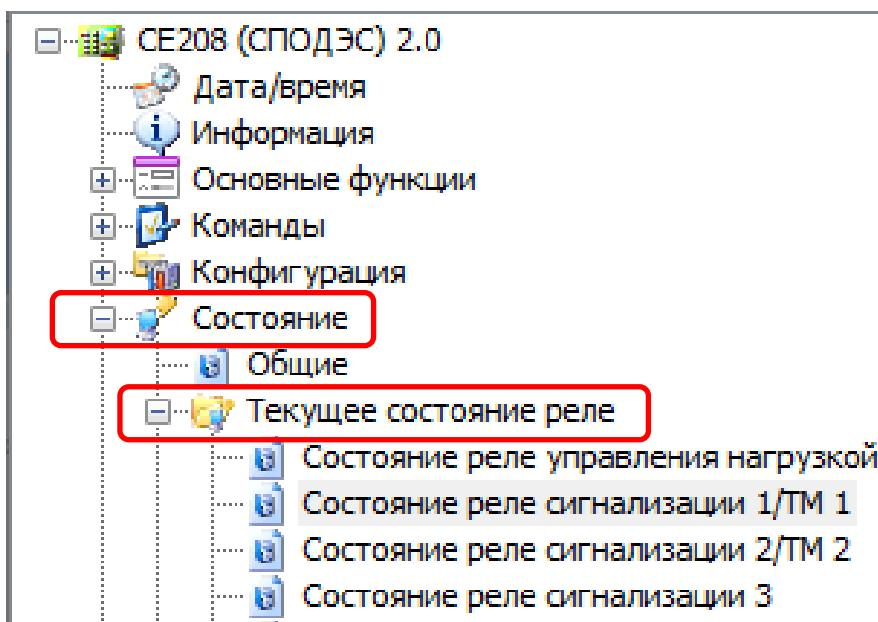

Рисунок 138 – Вкладка «Состояние→Текущее состояние реле»
6.8.4.1 Для всех реле предусмотрен параметр «Текущее состояние реле», доступный для чтения по интерфейсу в *TPO AdminTools* в разделе «Состояние» → «Текущее состояние реле», (см. рисунок 138) и отображаемый в специальном окне на ЖКИ.